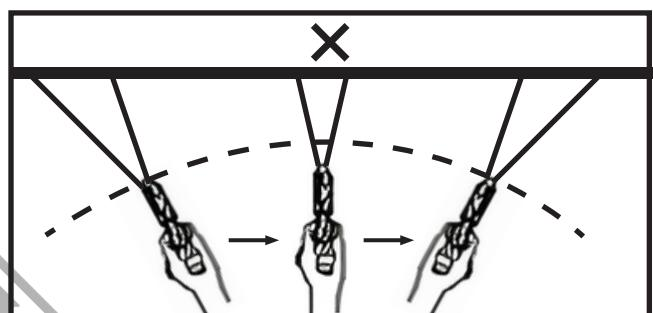
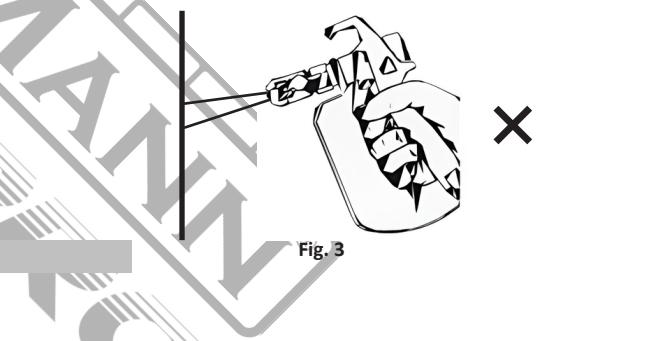

Fig. 2
Fig. 3
- Evitați arcuirea (fig. 2) sau ținerea pistolului înclinat (fig. 3).